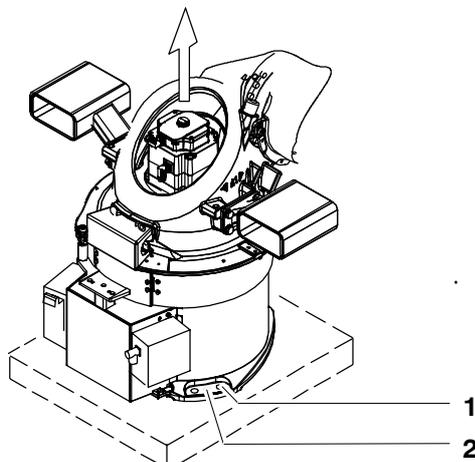

Fig. 73 Démontage du robot monté au plafond
- (5) Ramener le manipulateur en position normale.
- (6) Dévisser six vis à tête hexagonale M20x55 (Fig. 73/1) sans oublier les rondelles-frein.